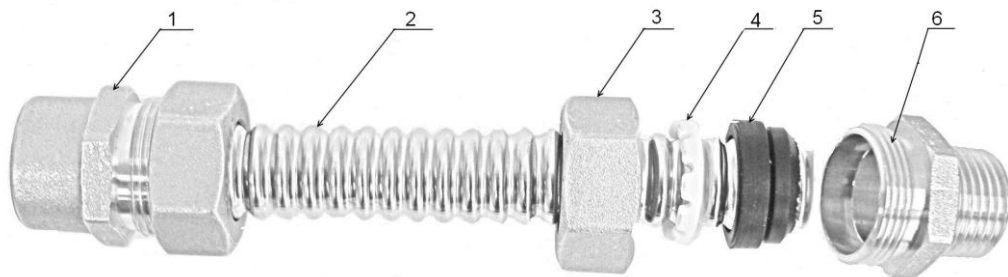

Рис.5. Монтаж топливопровода из гофрированной нержавеющей трубы.
- если суммарная длина подающей топливной линии (топливный насос, фильтр тонкой очистки, горелка) от 3 до 30 м топливопроводы монтируются из гофрированной нержавеющей трубы диаметром 15 мм или медной трубы. Топливный насос, топливный фильтр и топливный ввод горелки заканчиваются муфтами для соединения с данной трубой, на рис.5 показан монтаж топливопровода;